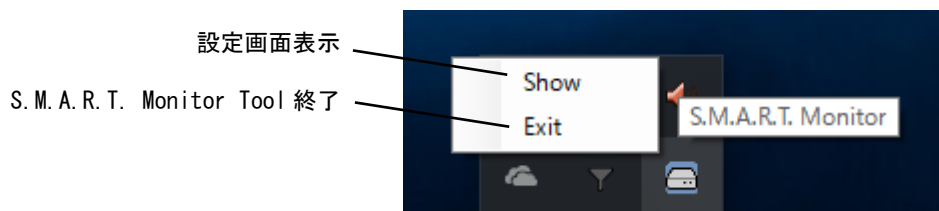

図 2-14-2-3. S.M.A.R.T. Monitor Tool タスクトレイメニュー
S.M.A.R.T. Monitor Tool 設定画面では、監視項目の現在値の確認、警告レベル異常・重大レベル異常検知時の通知方法、監視周期の設定を行うことができます。(図 2-14-2-4)